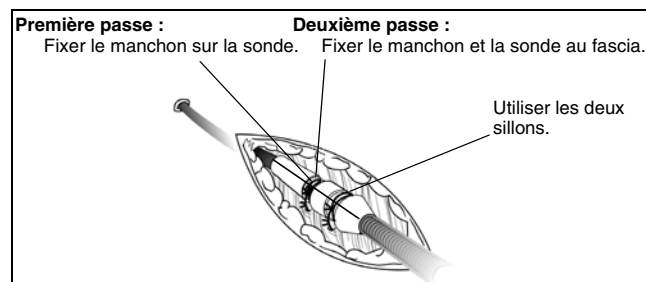

Figure 7. Utilisation du manchon avec l'implantation par voie percutanée.
1. Placer le manchon de suture sur le corps de la sonde. Glisser le manchon de suture en profondeur dans les tissus (Figure 7).